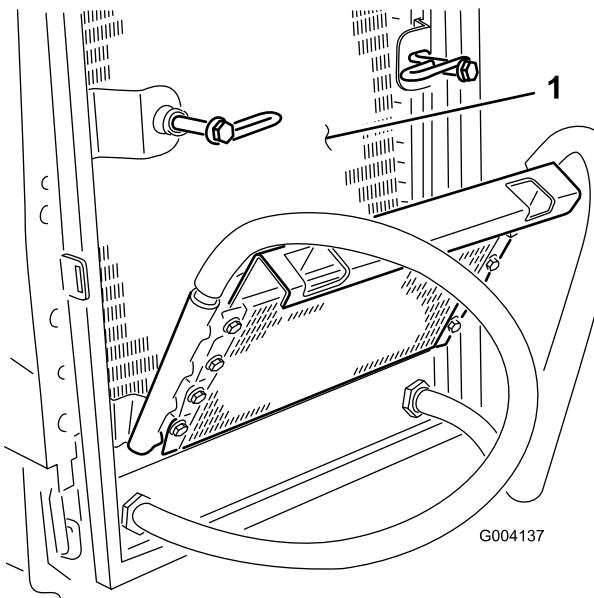

Figura 73
6. Limpie a fondo ambos lados del enfriador de aceite y del radiador (Figura 73) con aire comprimido.